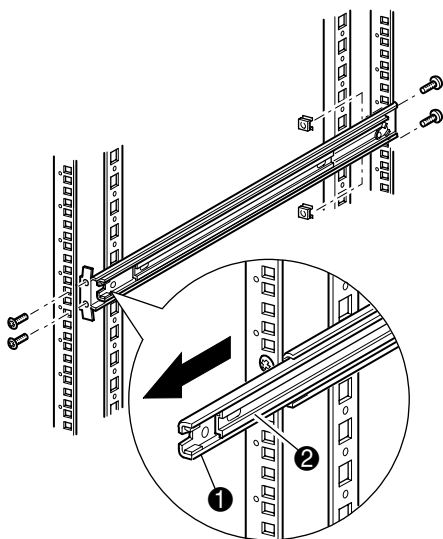

Figura 2-3. Installazione delle guide
2. Rimuovere la mascherina, quindi applicare le guide utilizzando gli appositi dispositivi di fissaggio (vedere la Figura 2-3). Le staffe delle guide anteriori sono filettate in maniera tale da accogliere direttamente le viti in posizione corretta. Le staffe posteriori non sono filettate e richiedono l'inserimento di dadi nelle guide verticali della parte posteriore del cabinet.